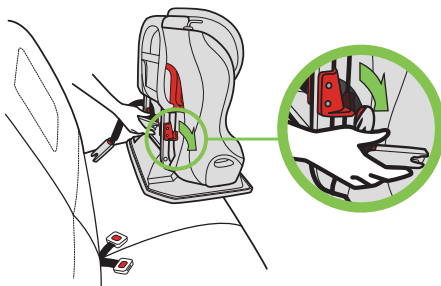

Figura 78
- Mientras sostiene el conector LATCH inferior más cercano al ajustador, pase el cinturón LATCH por la ruta de cinturón para la posición viendo hacia adelante de modo que el cinturón LATCH pase por ambas guías rojas de cinturón para esa posición, como se muestra en la **figura 78**.